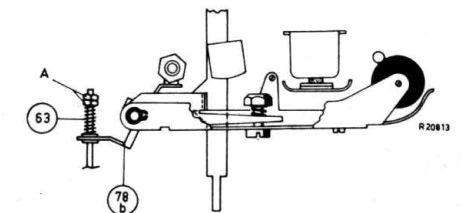

Fig. 48
- Door de drukveer 63 met behulp van de moeren A in fig. 48 meer of minder voorspanning te geven, kan de remwerking afgeregeld worden.